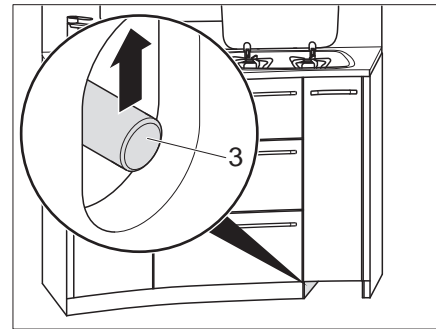

Bild 87 Küchenschubladen entriegeln
- Schubstange (Bild 87,3) nach oben schieben.